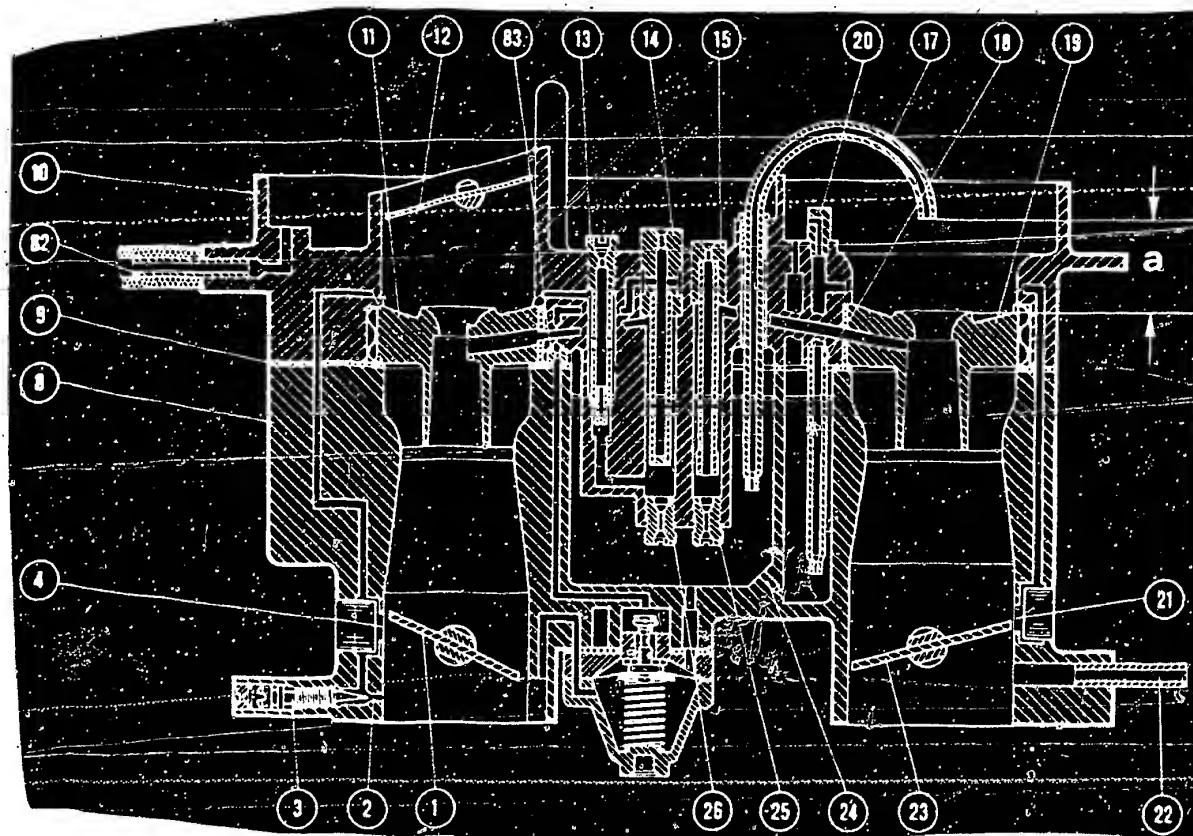

Bild 12 Schnitt durch das Düsensystem.
c) Das **Vollast-Anreicherungsröhrchen** soll 24...26mm über dem Vorzerstäuber in den Vergaser münden (Bild 12). Der Spritzstrahl der Beschleunigerpumpe muss auf die Nute im Stutzen gerichtet sein.